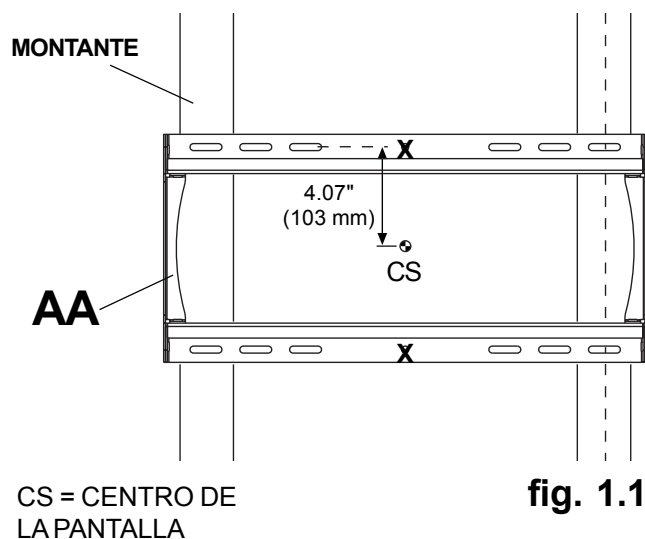

fig. 1.1
- 1** Asegúrese de que la placa de pared (**AA**) esté nivelada y utilícela como plantilla para marcar cuatro agujeros de montaje. Las ranuras de montaje superiores deben estar ubicadas a 4.07" (103 mm) encima del punto donde quiere que quede el centro de la pantalla, como se muestra en la ilustración 1.1, de la página 12. Taladre cuatro agujeros de 1/4" (6 mm) de diámetro con una profundidad mínima de 2.5" (65 mm). Inserte los anclajes (**DD**) en los agujeros a ras con la pared, como se muestra (a la derecha). Coloque la placa de pared sobre los anclajes y fíjela con los tornillos de 14 x 2.5" (**CC**). Nivele y apriete todos los sujetadores.